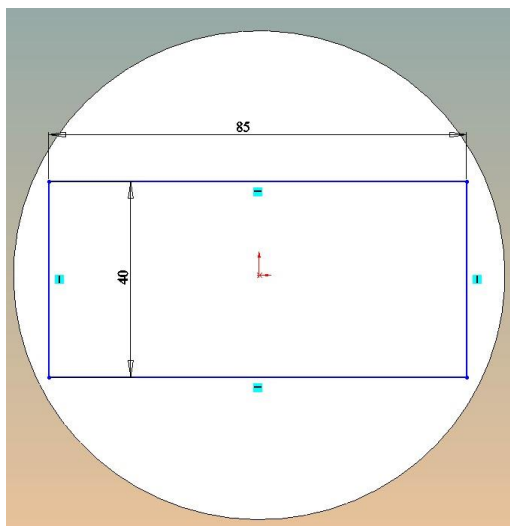

Рисунок 5.7. - Створення ескізу прямокутника
- у новій площині створити прямокутник відповідно до ескізу (рис. 5.7). Вийти із ескізу.